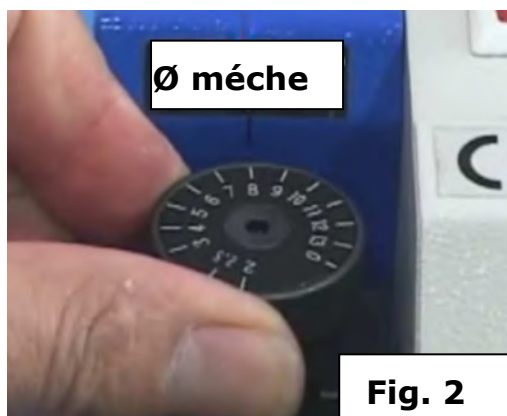

Fig. 2
- Le bouton de réglage de la taille de la mèche (Fig. 2) correspond à la taille de la mèche.